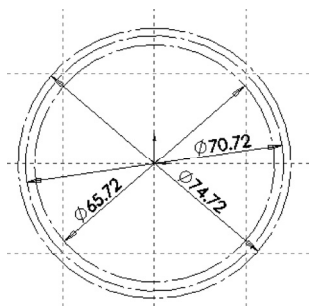

图 8-54 转化构造线
❷ 转化构造线。按住〈Ctrl〉键, 依次选择 3 个圆, 弹出“属性”属性管理器, 勾选“作为构造线”复选框, 将 3 个圆转化为构造线, 结果如图 8-54 所示。